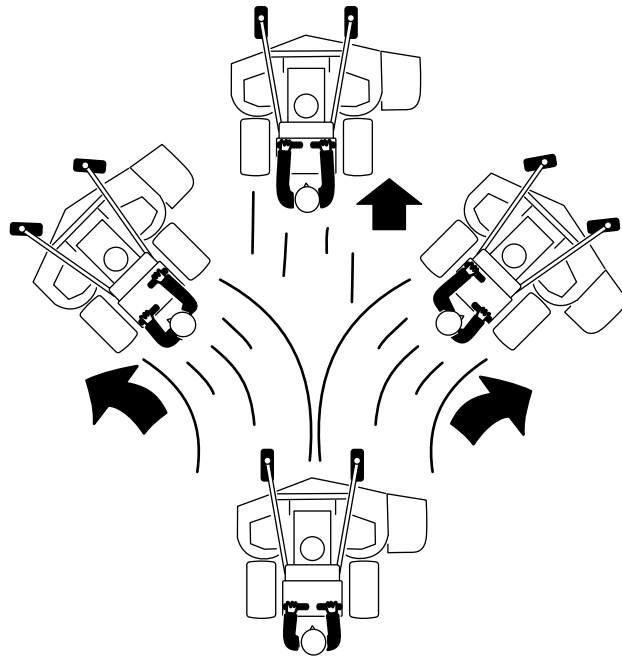

Figure 15
3. Poussez lentement les leviers de commande de déplacement lentement en avant (Figure 15).